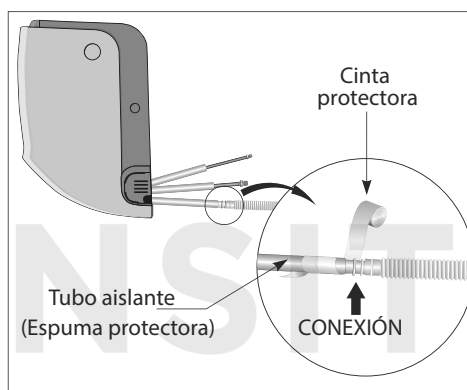

Figura 10.
- La conexión de la manguera de drenaje debe ser revestida con espuma protectora (tubo aislante) y cinta aislante o protectora; (Ver figura 10).